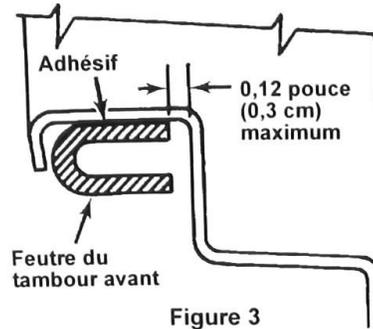

Figure 3
8. Plier le joint et le mettre en place sur le rebord. (Voir la Figure 3.) Laisser sécher environ cinq (5) minutes, puis remonter le panneau sur la machine.